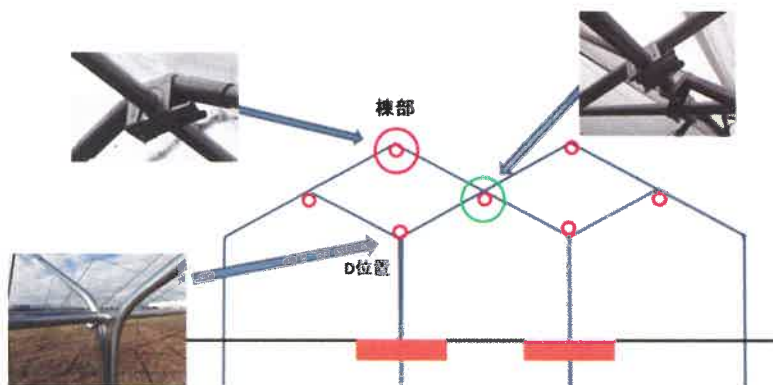

図32 アーチパイプの縦方向の連結
- メインアーチパイプが交差する部分は、下側に直管パイプを通し、クロスワシで固定します（図32）。